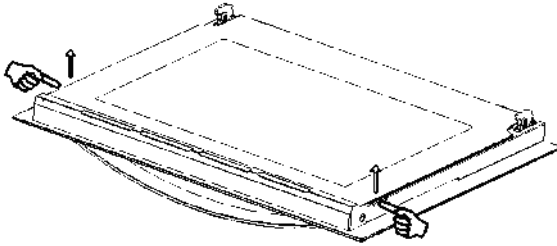

Figure 8
1. Pour insérer l'index dans la rainure de démontage et faire levier à l'intérieur du verre, comme indiqué sur la figure 8